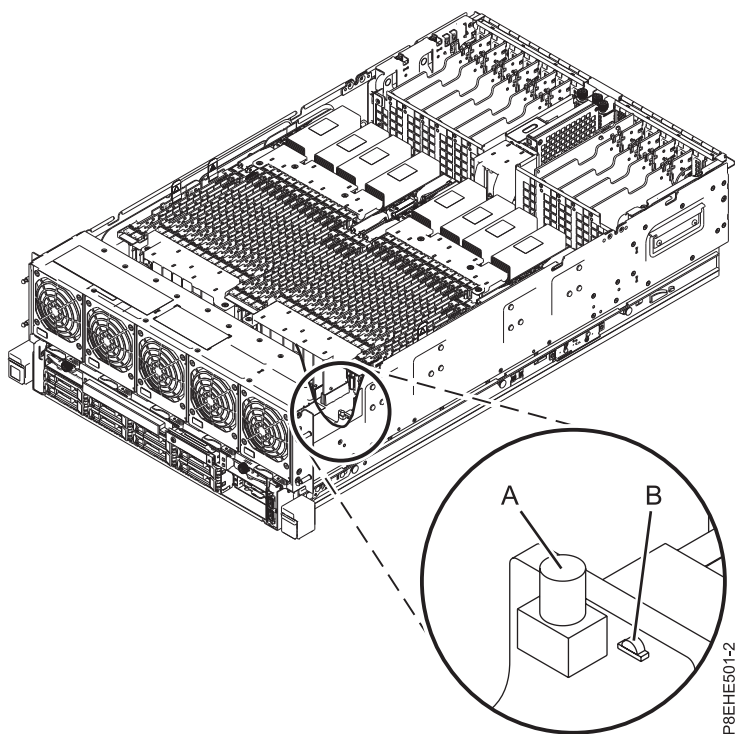

Figura 3. Activació del LED d'identificació
2. Premeu el botó **(A)** tal com es mostra a la Figura 3 a la pàgina 6 per activar el LED d'identificació. Verifiqueu que el LED **(B)** estigui encès, indica que hi ha prou alimentació al LED d'identificació. Si el LED **(B)** no està encès, feu servir el codi d'ubicació per trobar la ubicació física utilitzant l'etiqueta de servei.